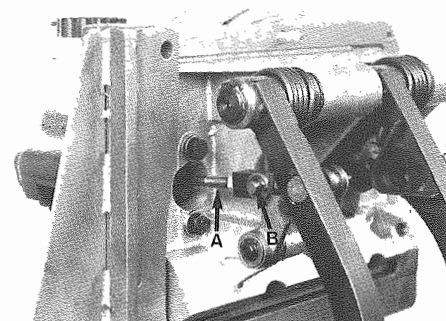

Fig. 3 - A - Puntalino - Adjusting rod
- Smontare il puntalino dal pedale: levare la copiglia B ed estrarre il perno (**Fig. 3**).
- Remove pedal rod: remove cotter pin B and take out pin (**Fig. 3**).